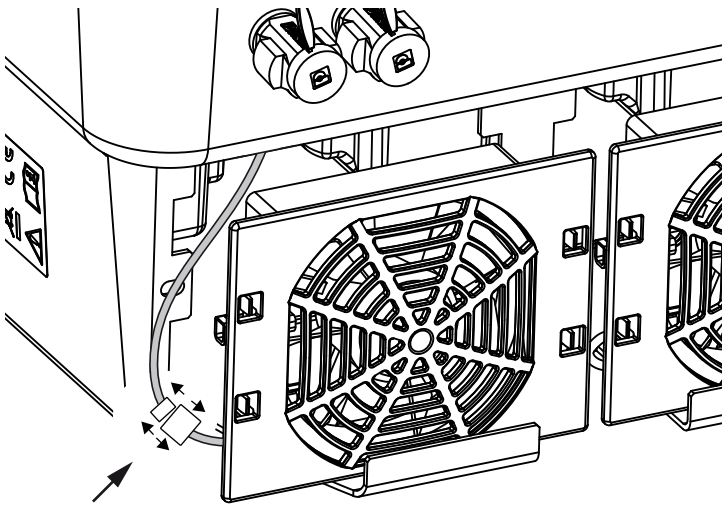

Abb. 64: Lüfterkabel abziehen
4. Lüftereinheit aus dem Gehäuse vollständig herausziehen. Dazu Steckverbindung des Lüfterkabels trennen. **➡ Abb. 64 !**